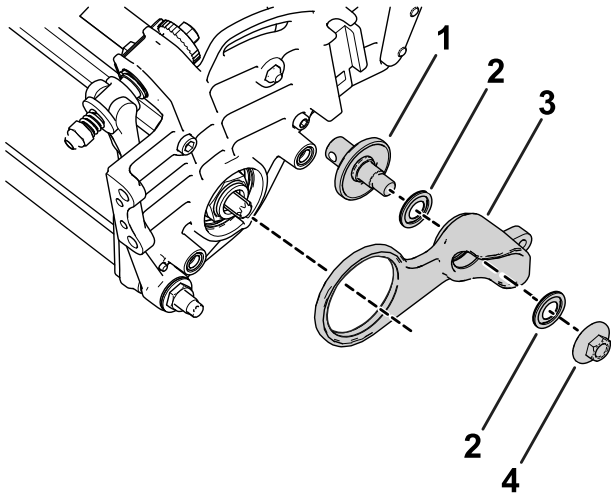

Figure 10
1. Assemblez les pièces détachées sur le galet de tension, comme montré à la Figure 10.